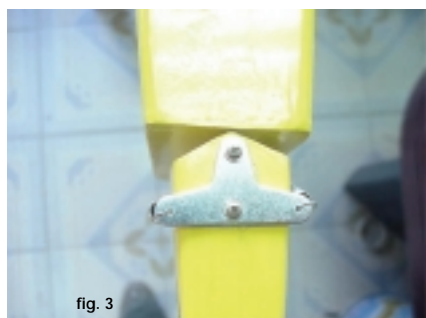

fig. 3
Install the tail gear to the bottom of the rudder using 2 TP screws, see fig. 3.
*Bevestig de staartwielaansturing op het richtingsroer zoals op fig. 3.
Installez le support de roulette de queue sur le gouvernail de direction, utilisez 2 vis à bois, voir fig. 3.